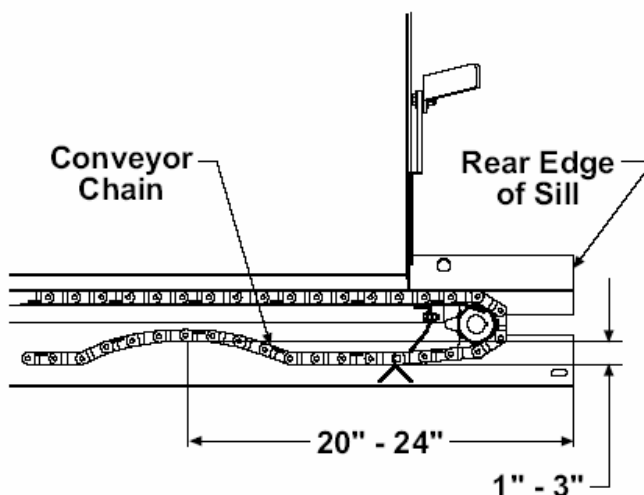

图 6 检查传送链的张力的方法
- 经常检查传送链的张力。检查方法如图 6 所示：从传送链末端量出 20 - 24 英寸（约 0.5 - 0.6 米）的距离，用手推链条末端，在量出点应有 1-3 英寸（25 -80 毫米）的凸起。